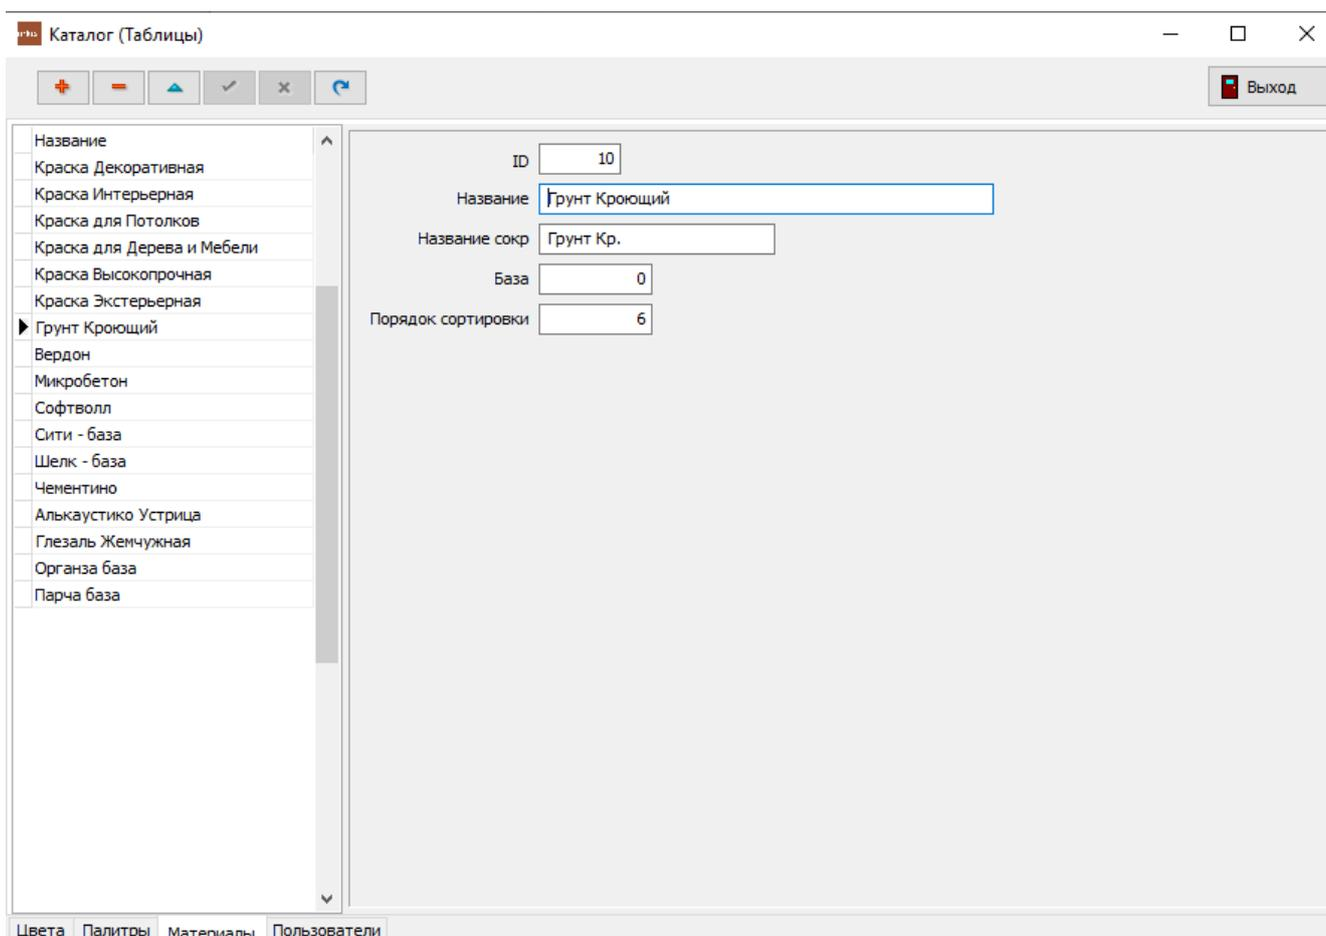

Рис. 19 – Материалы
6) Во вкладке **Материалы** в левом столбце, списком, показаны уже внесенные в программу материалы. В правом блоке располагается информация о конкретном материале (Рис.19)